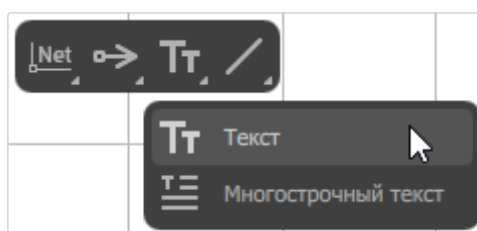

Рисунок 65. Инструменты «Текст» и «Многострочный текст» на панели инструментов
- 2) В раскрывшемся списке выбрать инструмент «Текст» или «Многострочный текст» (см. рисунок 65).